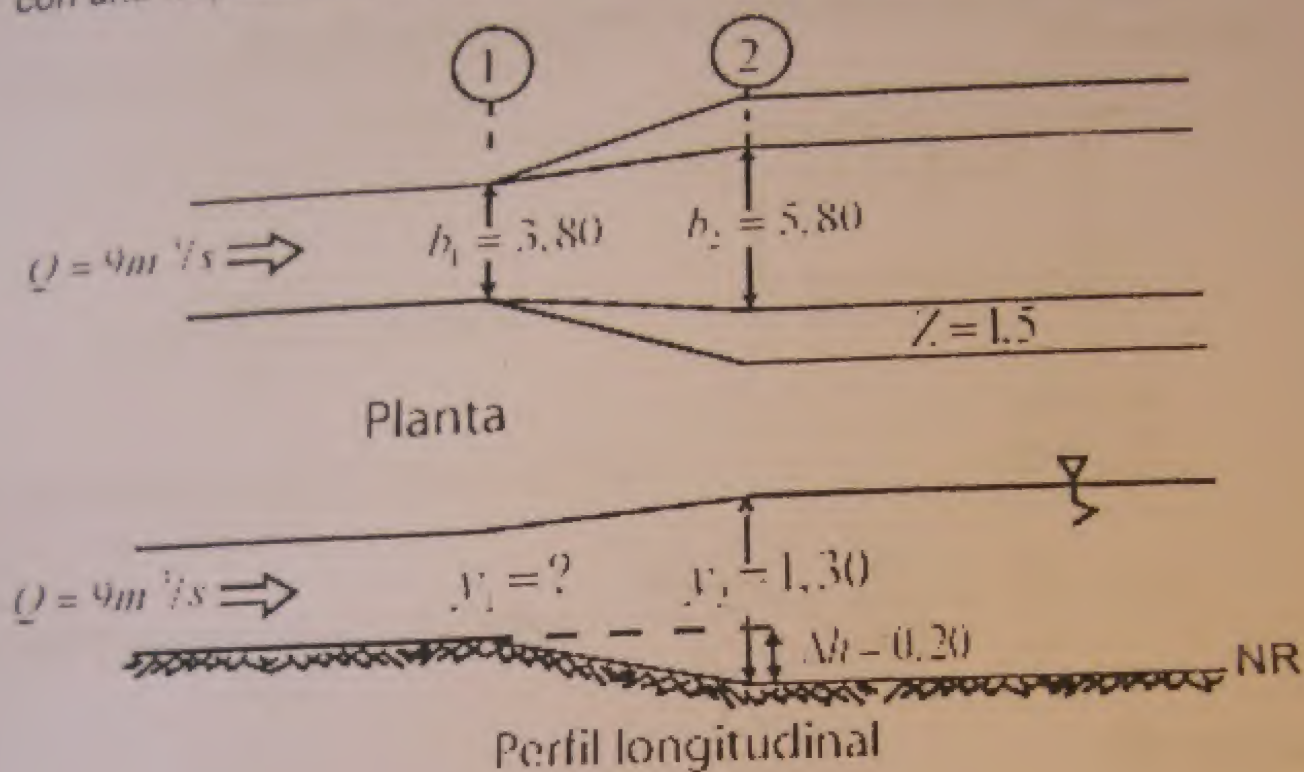

Figura 4. Tramo de un canal
6. En un canal que conduce un caudal de $9 \text{ m}^3/\text{s}$; existe una transición de salida, que sirve para unir una sección rectangular con una trapezoidal, cuyas dimensiones se muestran en la figura 4.